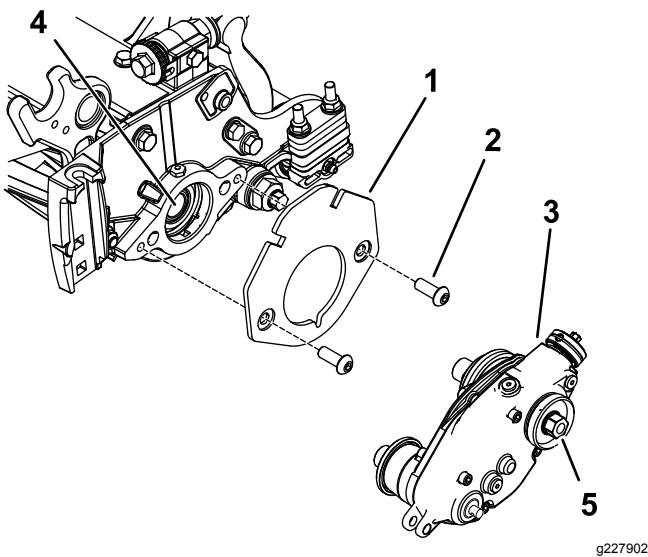

Bild 9
2. Befestigen Sie die Ballasthalterung mit zwei Sechskant-Halbrundkopfschrauben ($\frac{3}{8}$ " x $\frac{3}{4}$ ") an der Spindel, wie in Bild 9 abgebildet.
3. Tragen Sie Gewindesperrmittel mittlerer Stärke (z. B. Blue 243 Loctite®) auf das Gewinde der inneren Spindelwelle auf (Bild 9).
4. Befestigen Sie den Groomerantrieb mit der Sechskantschraube am Groomerantrieb an der Spindelwelle (Bild 9).